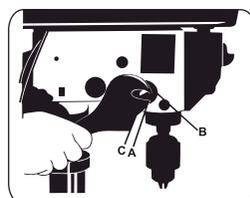

FIGURA 8.17
- Posicione a chave de fenda na fenda inferior frontal (A) da tampa da mola (B), e segure-a nesta posição enquanto estiver afrouxando e removendo as porcas.
- Aperte a porca interior (C) com a chave. Não faça isto excessivamente. Isto irá impedir o Eixo-Árvore de ser removido.
- Verifique o Eixo-Árvore quando movimentar a alavanca. A operação do Eixo-Árvore deve ser suave, com movimentos irrestritos. Se o deslocamento estiver muito apertado, afrouxe um pouco as porcas até que o movimento não seja mais dificultado (Figura 8.17).